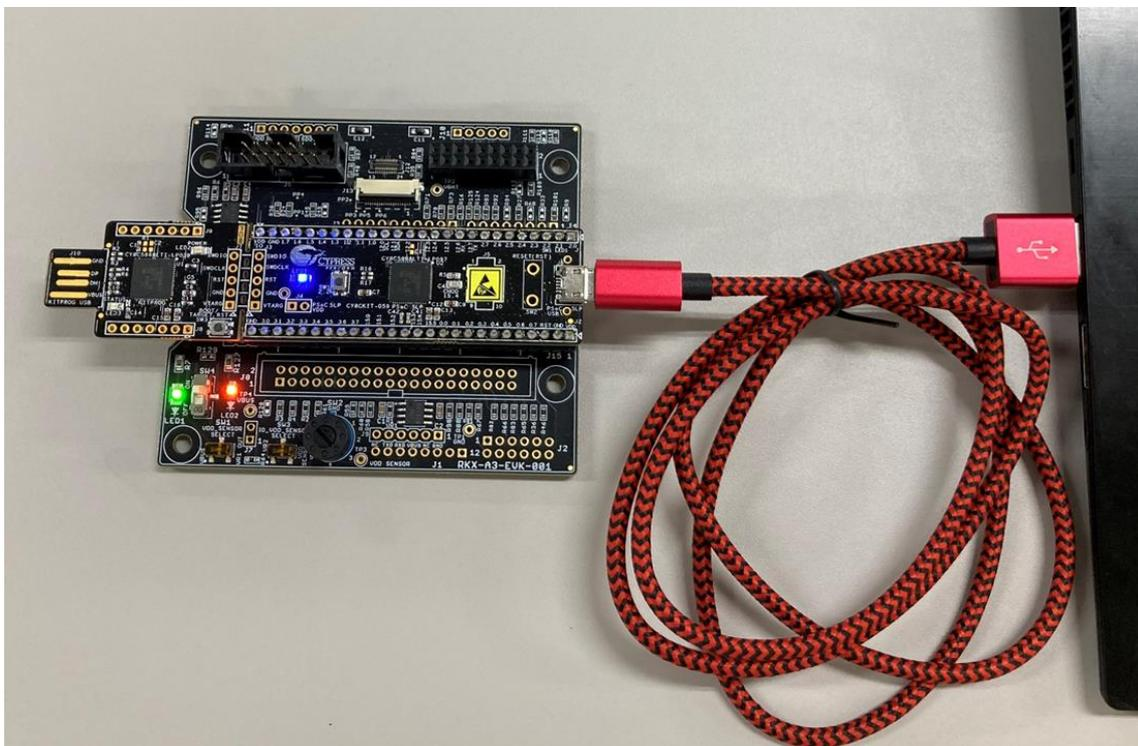

Figure 13. PC に接続された CY8CKIT-059
- Cypress CY8CKIT-059 プロトタイプキットを、付属の マイクロ USB ケーブルを使用してコンピューターに接続します(Figure 13)。
- ◆ 付属のマイクロ USB ケーブルを使用して、ADC 評価キットを PC に接続します。(Figure 13)